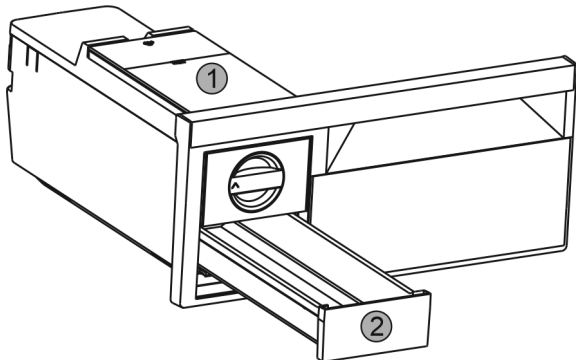

Fig. 49
- ▶ Watertank Fig. 49 (1) en ijsblokjeslade Fig. 49 (2) verwijderen.